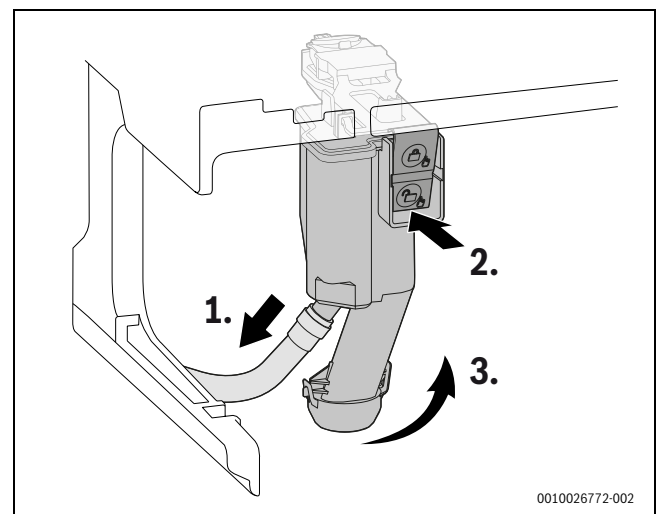

Bild 48 Kondensatsiphon ausbauen
- ▶ Kondensatsiphon aus dem Gerät nehmen (→ Bild 48, Seite 99).